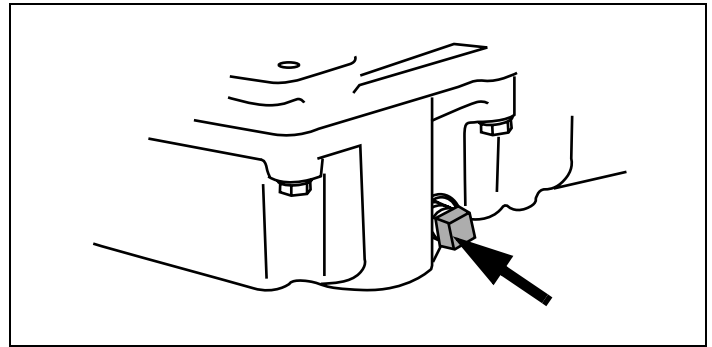

Abbildung 18. Lage der Ölablassschrauben
1. Sicherstellen, dass die richtige Ablassschraubenstelle gefunden wird (sofern vorhanden) (siehe Anweisungen des Herstellers). Siehe Abbildung 18.
4. Den Bereich um die Ölablassschraube reinigen. Siehe Abbildung 18.
6. Die Ölablassschraube entfernen und das Öl in einen zugelassenen Behälter ablassen. Siehe Abbildung 18.